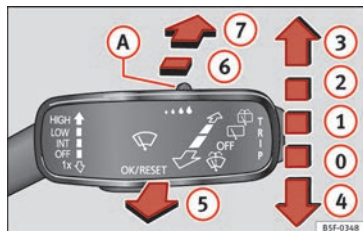

Fig. 138 Levier d'essuie-glace : essuie-glace arrière.
- Poussez le levier entièrement vers l'avant en position **6** » **fig. 138**. L'essuie-glace fonctionne environ toutes les 6 secondes.
- Poussez complètement le levier vers l'avant en position **7** » **fig. 138**. L'essuie-glace et le système de liquide lave-glace fonctionnent simultanément. Tant que vous mainte-